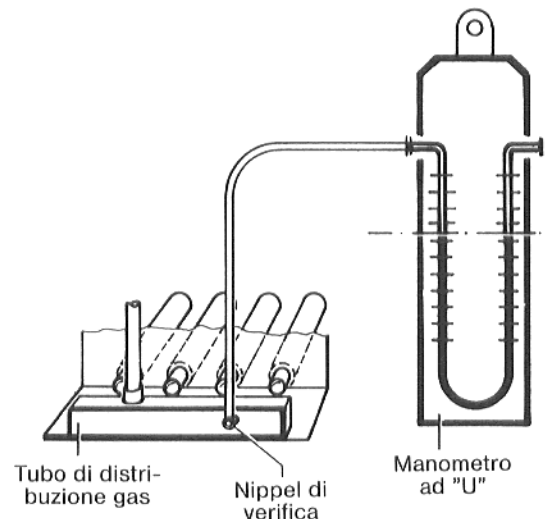

Fig. 12
- Allentare di ca. un giro la speciale vite del nippel di verifica al tubo di distribuzione gas (Fig. 12).
- Collegare il manometro ad "U" secondo Fig. 12.